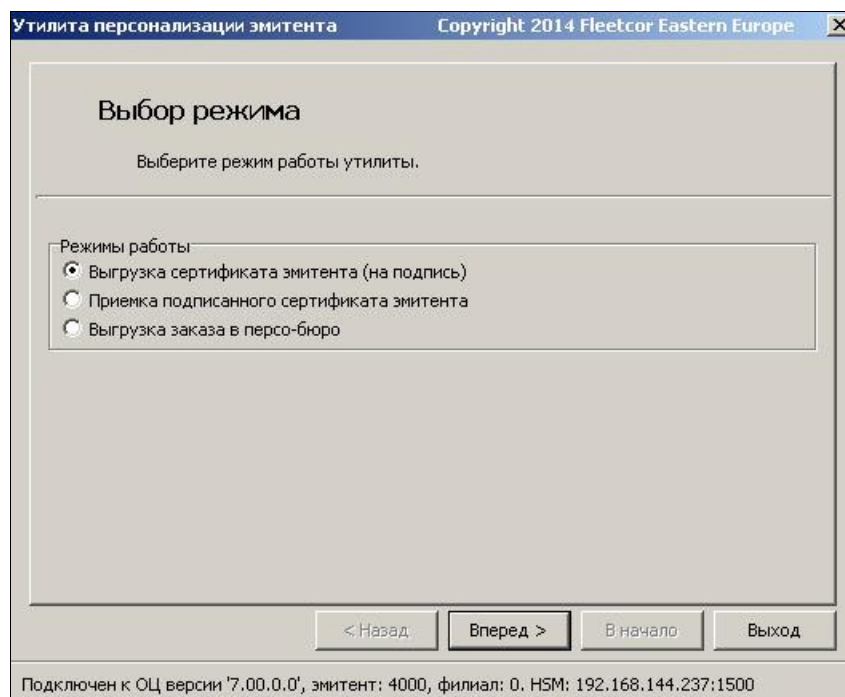
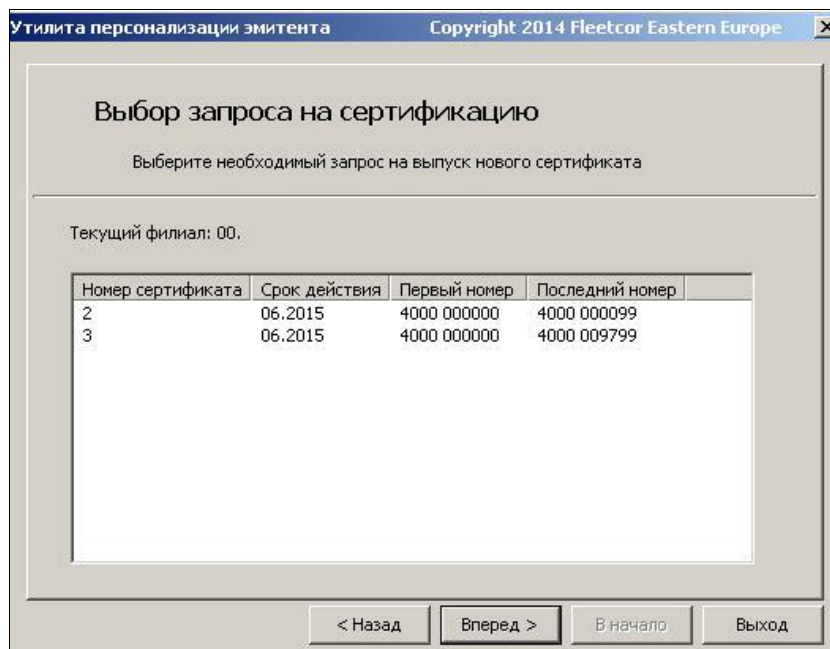
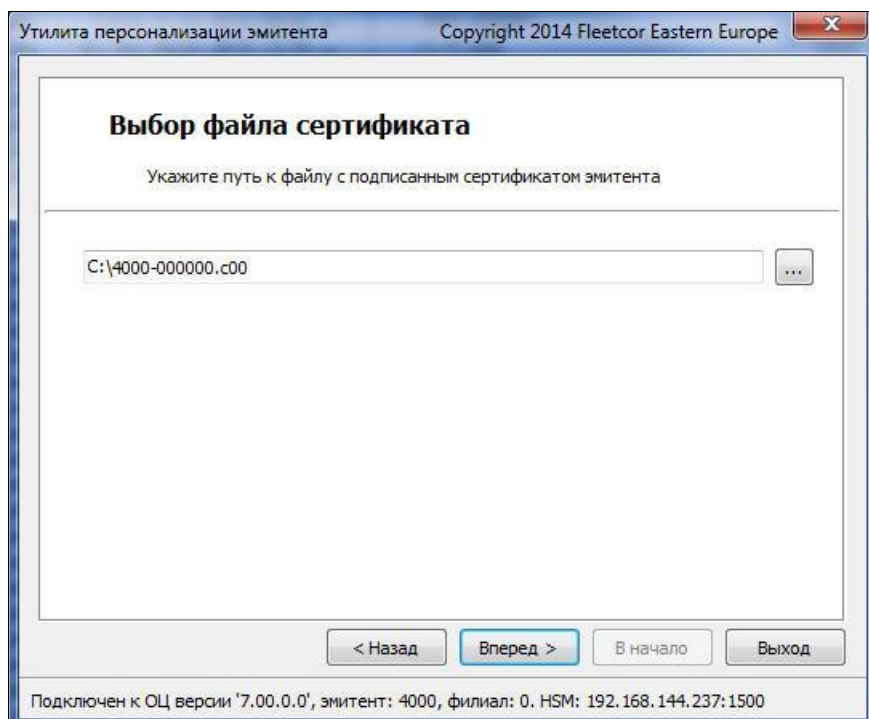
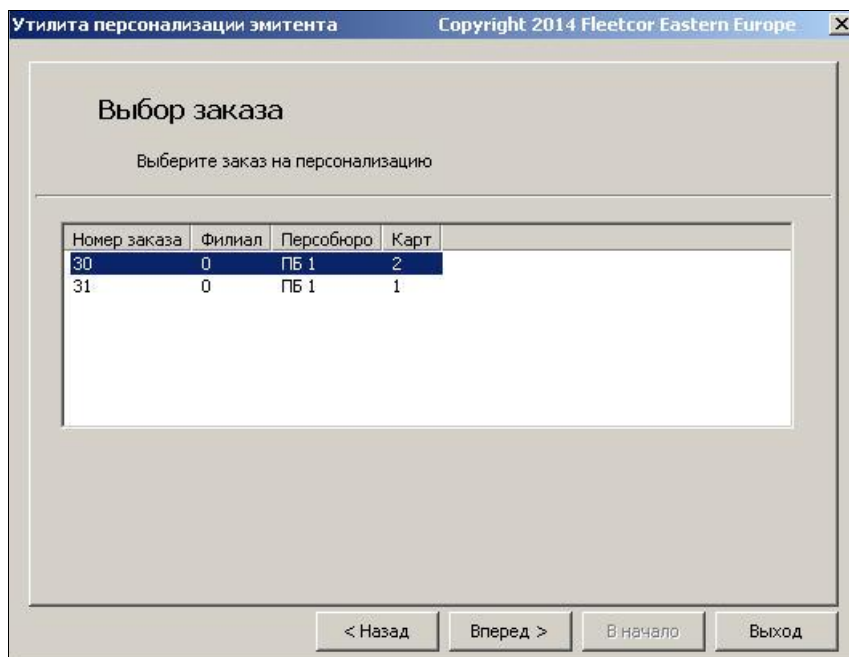

Рис. 2. Выбор режима работы утилиты
Рис. 3. Выбор запроса на сертификацию
Рис. 5. Окно выбора файла сертификата эмитента
Рис. 7. Выбор заказа на персонализацию
3. Нажмите на кнопку **Вперед**. При успешном подключении к БД ОЦ и HSM откроется окно выбора режима работы утилиты (см. Рис. 2, стр. 8). Если подключение к БД ОЦ или HSM установить не удалось, появится окно с соответствующим сообщением, например: «*Ошибка подключения к БД*». Ошибка может быть вызвана следующими причинами:
После запуска утилиты (см. п. 2, стр. 6) откроется окно выбора режима её работы (см. Рис. 2).
4. В окне выбора режима работы выберите режим «Выгрузка сертификата эмитента (на подпись)» (см. Рис. 2, стр. 8). Откроется окно выбора запроса на сертификацию (см. Рис. 3).
1. В окне выбора режима работы выберите режим «Приемка подписанного сертификата эмитента» (см. Рис. 2, стр. 8). Откроется окно выбора файла сертификата эмитента (см. Рис. 5).
1. В окне выбора режима работы выберите режим «Выгрузка заказа в персо-бюро» (см. Рис. 2, стр. 8). Откроется окно выбора заказа на персонализацию (см. Рис. 7).